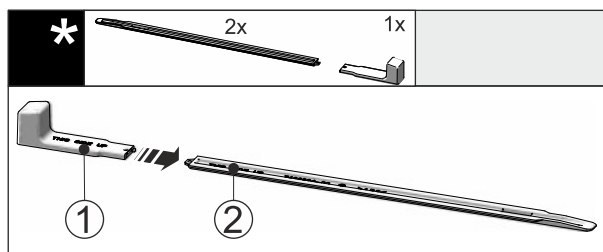

Fig. 52
- ▶ Вставьте монтажную ручку Fig. 52 (1) в выравнивающую рейку Fig. 52 (2).